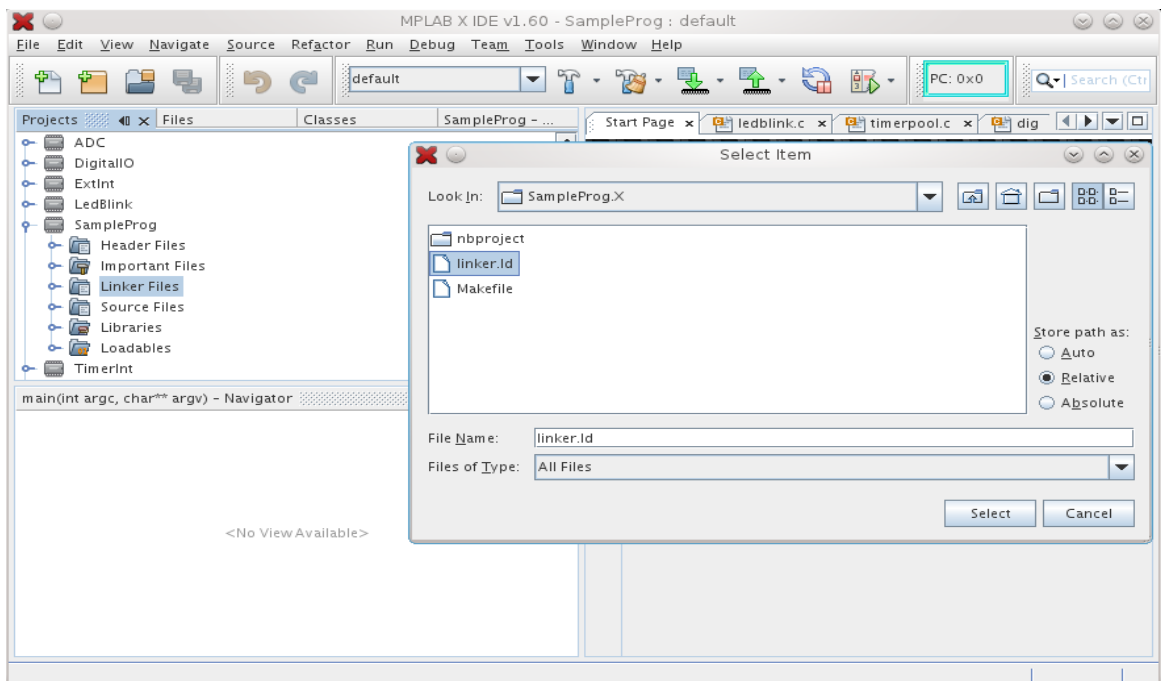

Figura 6
9. Clicar com o botão direito do rato em “Linker Files”, selecionar “Add Existing item” e depois navegar até à pasta do projeto e selecionar o ficheiro “linker.ld” (Figura 6)